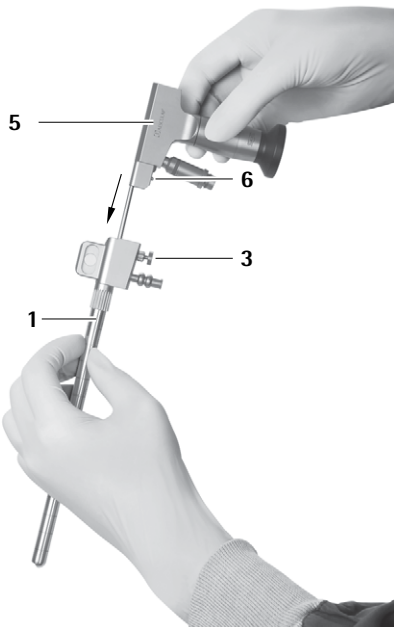
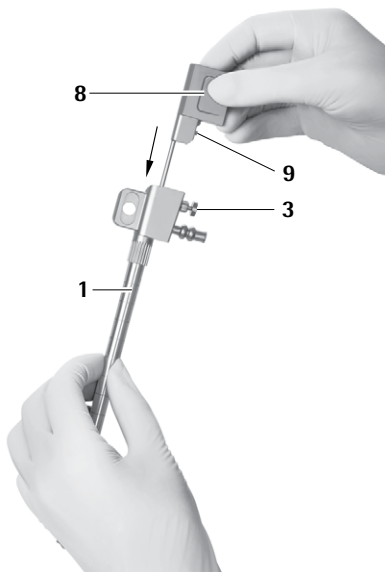

Рис. 14
Рис. 15
- ▶ При этом убедиться, что штырек на 6 эндоскопе 5 или 9 обтураторе оптического канала 8 находится на одной стороне с деблокирующей кнопкой 3 троакара MINOP InVent 1, см. Рис. 14 и см. Рис. 15.